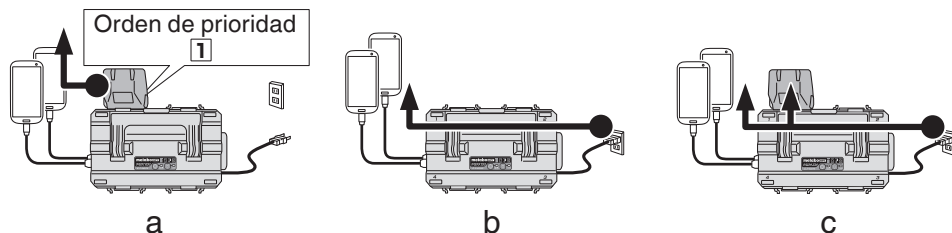

Fig. 5
- Carga de un dispositivo USB mediante batería (Fig. 5-a)
- Cargar un dispositivo USB desde una toma de corriente eléctrica (Fig. 5-b)
- Cargar un dispositivo USB y su batería desde una toma de corriente eléctrica (Fig. 5-c)